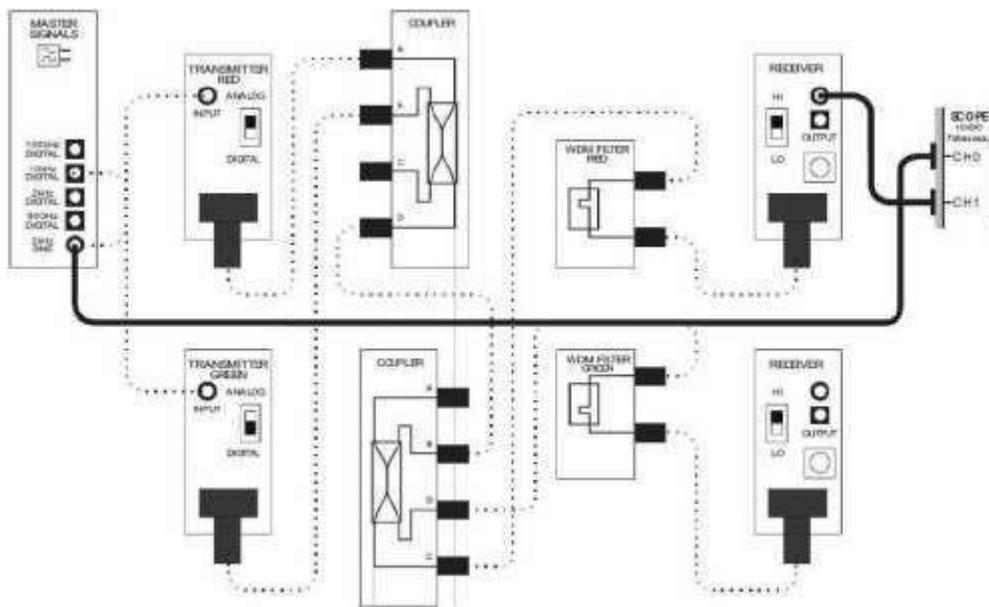

Figura 6
4. Cambiar la conexión del osciloscopio como se muestra en la Figura 6.